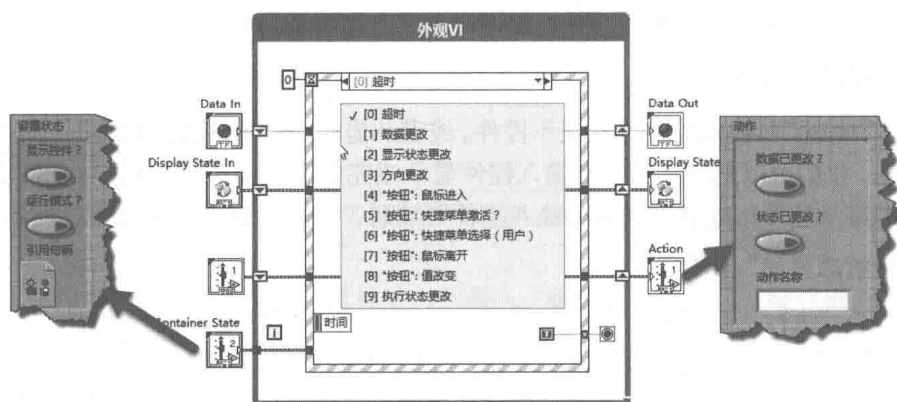

图 11-42 “外观”VI 的程序框图
“外观”VI 程序框图如图 11-42 所示。
- ◆ Container state: 容器状态，参见图 11-42。
- ◆ Action: 动作，参见图 11-42。